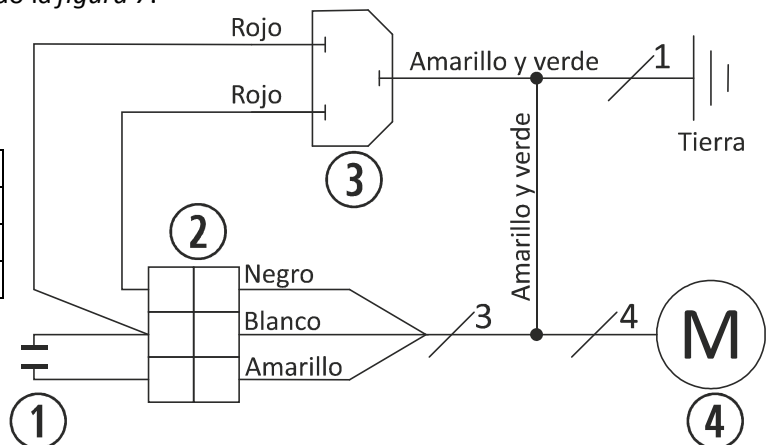

Figura 7
- 4.6. La carcasa del motor ya dispone de los orificios necesarios para insertar y atornillar el condensador (14A), la regleta de conexionado (14) y el filtro antiparasitario EMI (5D). Realizamos el conexionado eléctrico siguiendo la *figura 7*.
①	Condensador de 4 $\mu$ F
②	Regleta de conexiones.
③	Filtro antiparasitario EMI.
④	Motor reductor.